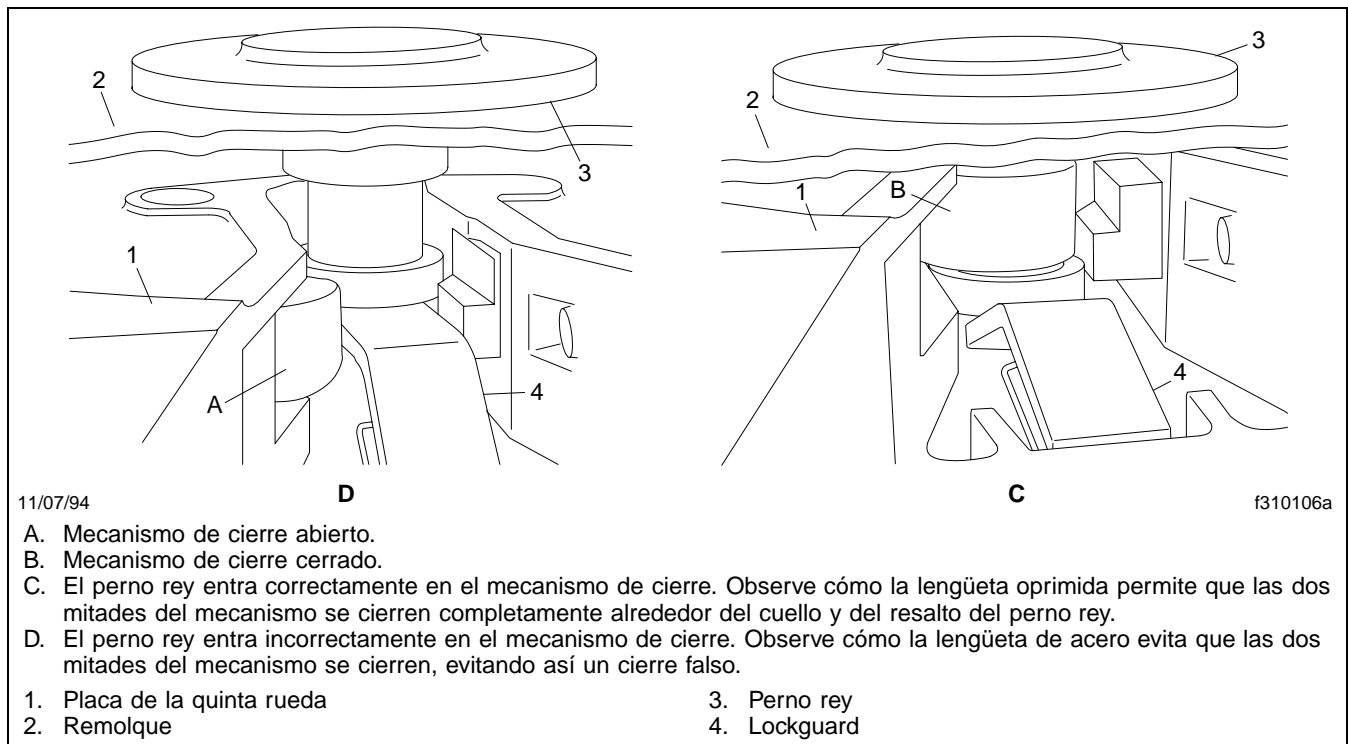

Figura 10.5, Mecanismo Lockguard (vista desde atrás)
- Coloque el tractor de manera que la abertura del mecanismo de cierre de la quinta rueda esté alineada (tanto vertical como horizontalmente) con el perno rey del remolque. El perno rey debe estar en una posición que le permita entrar en la garganta del mecanismo de cierre, para evitar un cierre falso. Vea la **Figura 10.5**. Ajuste los patines del remolque a bastante altura para que, cuando se acople con la quinta rueda, el remolque se monte sobre las rampas de la misma.